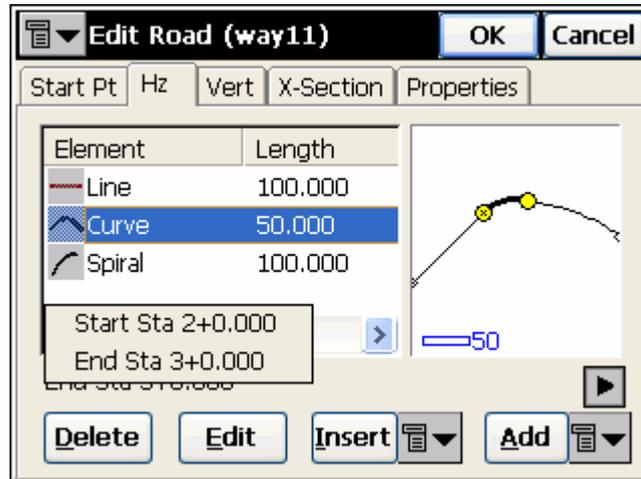

Рисунок 4-35. Информация об элементе
7. Выбрав вкладку X-Section (Поперечник), укажите точки, где используются шаблоны поперечников (рис. 4-35). Если выбраны два или более шаблона, программа с помощью интерполяции вычислит промежуточный поперечный профиль.